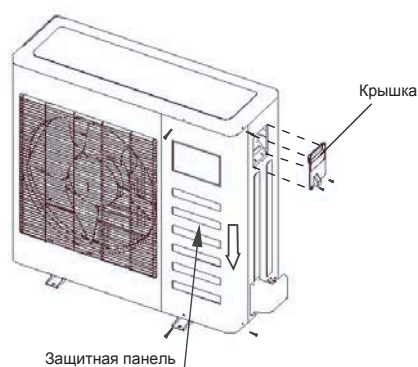

Рис. 9-1
- Снимите крышку, открутив болты. Если на наружном блоке отсутствует крышка, открутите болты, крепящие защитную панель, и снимите панель, сдвинув ее в направлении стрелки (см. рис. 9-1).